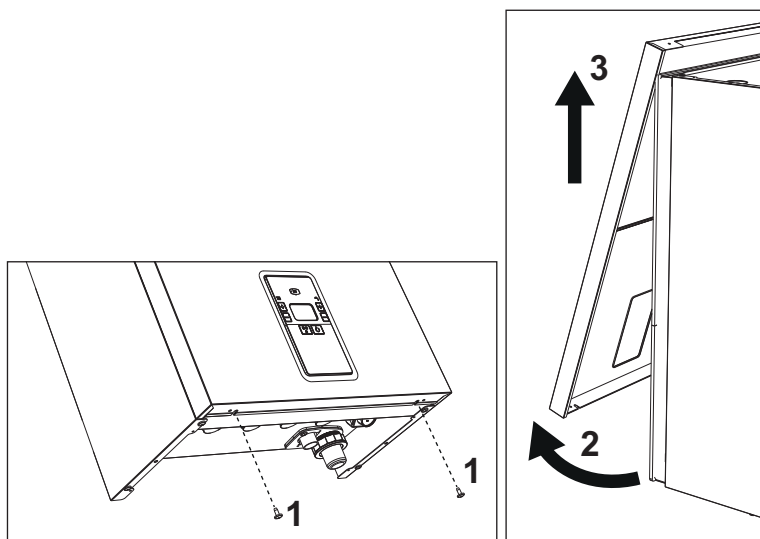

fig. 51- Apertura del panel frontal
1. Desenrosque los tornillos "1" (véase fig. 51).